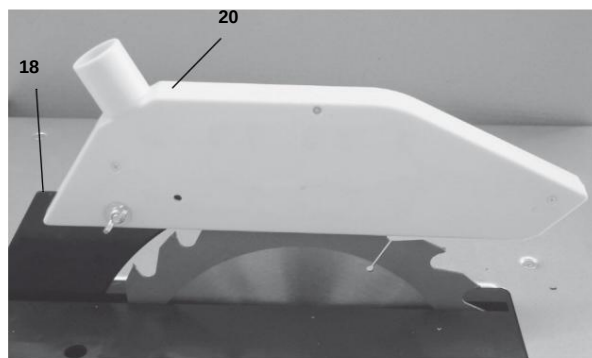

Bild 24: Montering av locket
Steg 3: Montera locket (20) på klyvkniven (18) (bild 24) med rundskruv M 6 x 25, bricka 6 och vingmutter M6.